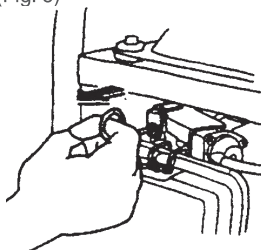

Fig. 6
4.4 Coloque el cebador en la posición en OFF. (Fig. 6)